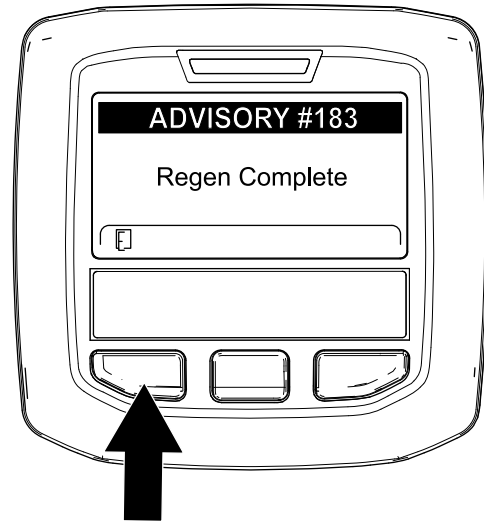

Figura 61
9. Cuando la computadora del motor finaliza una regeneración estacionaria o de recuperación, el InfoCenter muestra el AVISO N° 183 (Figura 61). Pulse el botón izquierdo para salir de la pantalla de inicio.